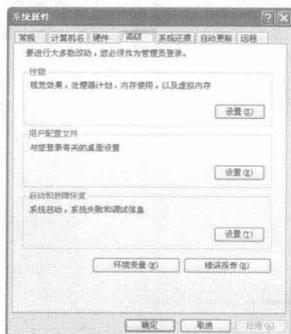
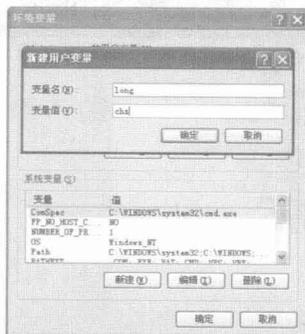

图 1-3 “系统属性”对话框
图 1-4 “环境变量”对话框
**Step 01** 在操作系统下, 设置中文环境变量。在“控制面板”窗口中双击“系统”图标, 在打开的“系统属性”对话框中切换至“高级”选项卡, 如图 1-3 所示。然后单击“环境变量”按钮, 在弹出的“环境变量”对话框中单击“新建”按钮, 在弹出的“新建用户变量”对话框中设置“变量名”为 long, “变量值”为 chs, 单击“确定”按钮, 如图 1-4 所示。